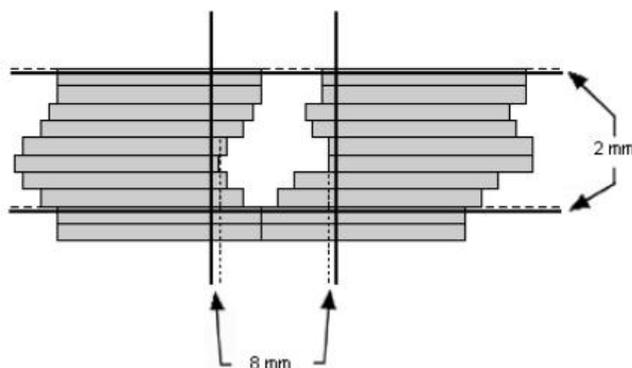

Figure 9 – Positions de mâchoires recommandées
Les positions recommandées pour les mâchoires qui se déplacent le long du même axe que les lames se situent à 8 mm derrière la lame la plus rétractée (ouverte) ne se trouvant pas en contact avec la lame posée. Voir la Figure 9.
**Les positions recommandées pour les mâchoires qui se déplacent perpendiculairement au déplacement des lames se situent à 2 mm au-delà du bord interne de la paire de lames délimitant la forme. Si la première ou la dernière paire de lames n'est pas fermée, les positions recommandées pour les mâchoires se situent à 2 mm à l'intérieur du bord externe de ces lames. Voir Figure 9.**